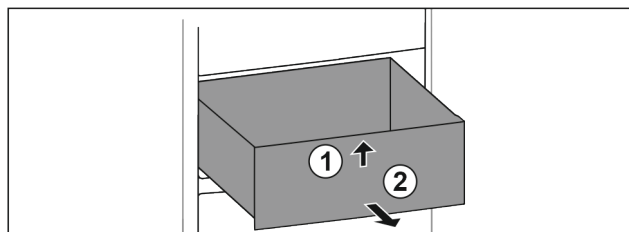

Fig. 137
- Приподнимите выдвижной ящик спереди. Fig. 137 (1)
- Извлеките выдвижной ящик движением вперед. Fig. 137 (2)